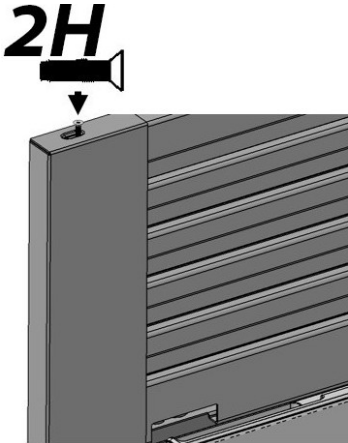

Fig. 16
- Ajuste los tornillos 2H a la moldura superior (Fig. 16) y repita el procedimiento para el lado derecho.